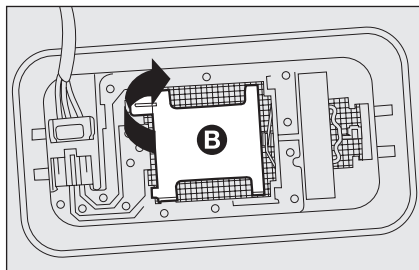

fig. 26
- ☐ abra la tapa **B**-fig. 26 tal y como se indica;